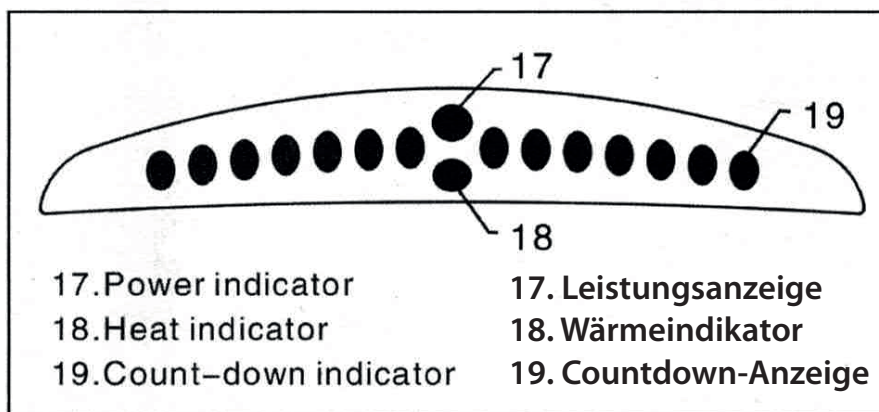

fig.5
3. LCD-Bildschirmanzeigen (siehe Abb.5)
3. LCD screen displays (see fig.5)